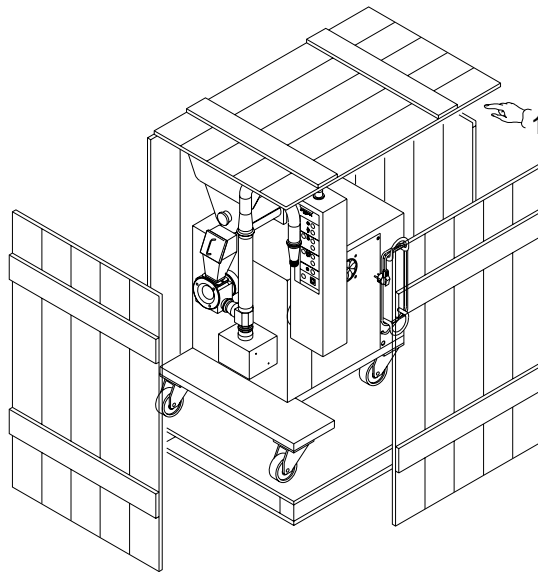

Fig. 4.1
- a. Schiodare il coperchio superiore (*Pos. 1, Fig. 4.1*) e rimuoverlo. Fare la stessa operazione con le pareti laterali. Prestare attenzione ai legni distanziatori posti fra le pareti della cassa.
- b. Togliere dall'imballo la scatola dei ricambi (*Pos. 2, Fig. 4.1*) e gli altri componenti.